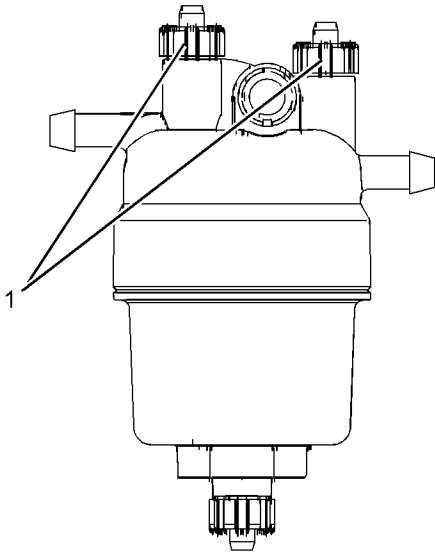

Abbildung 49
Prüfen, dass der Hauptfilter entlüftet wurde, bevor die Kraftstofffilter entlüftet werden. Siehe Abbildung 49.
Prüfen, dass der Hauptfilter entlüftet wurde. Entlüftungsschrauben (1) lösen. Siehe Abbildung 49. Entlüftungspumpe betätigen. Wenn keine Luftblasen mehr im ausfließenden Kraftstoff vorhanden sind, die Entlüftungsschraube schließen.